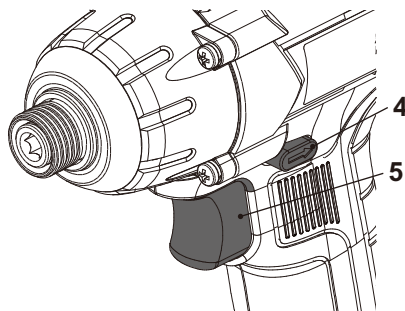

Fig. 9
- > Encender el producto pulsando el interruptor de encendido/apagado (5) (Fig. 9).
- > Desconectar el producto liberando el interruptor de encendido/apagado (5) (Fig. 9).